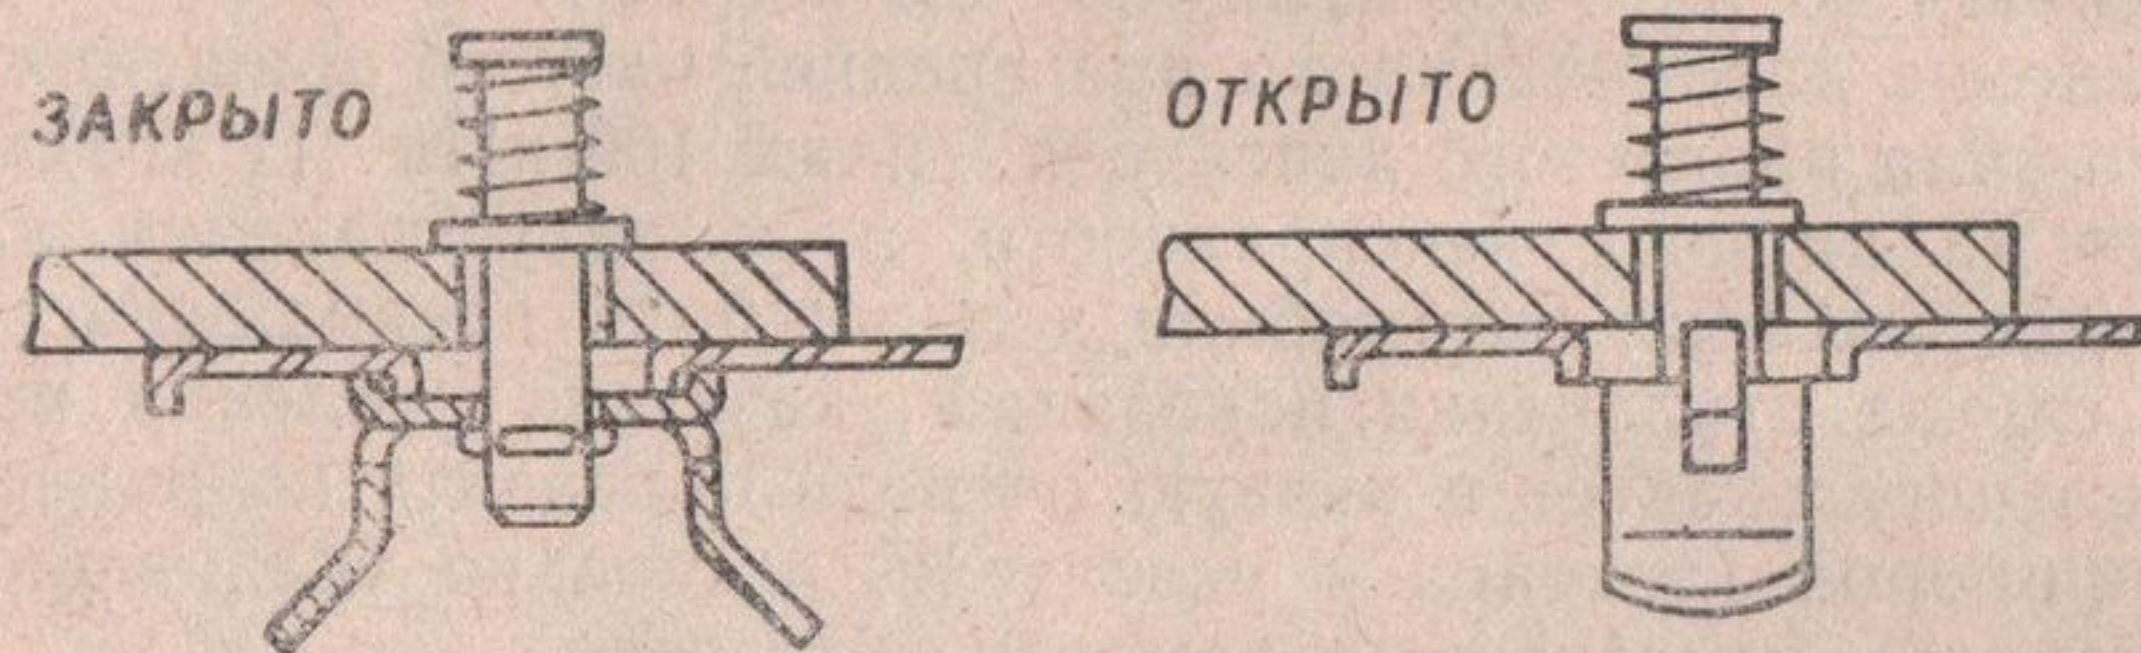

Рис. 7. Замок крепления брызговика двигателя на раме
1. Снять брызговик двигателя, для чего оттянуть вниз и повернуть на  $90^\circ$  скобы крепления брызговика, выведя усики каждой скобы из зацепления с отбортовкой на брызговике (рис. 7).